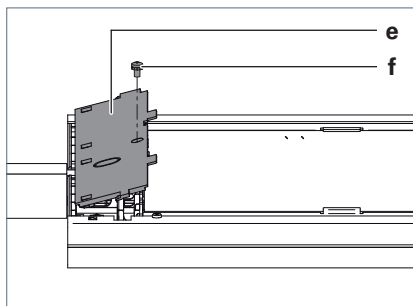

Fig. 15: Montaggio della copertura.
- Applicare la copertura **e** assieme ai ganci sulla parte inferiore della copertura negli occhielli sulla testa dell'apparecchio d'illuminazione e premere la copertura, vedi Fig. 15.